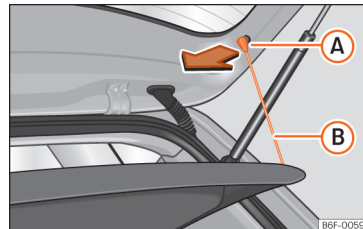

Fig. 109 Na bagageira: desmontar e montar a chapeleira.
- Desengate os tirantes de fixação »» Fig. 109 (B) dos alojamentos (A).
- Engate os tirantes de fixação »» Fig. 109 (B) na porta da bagageira.